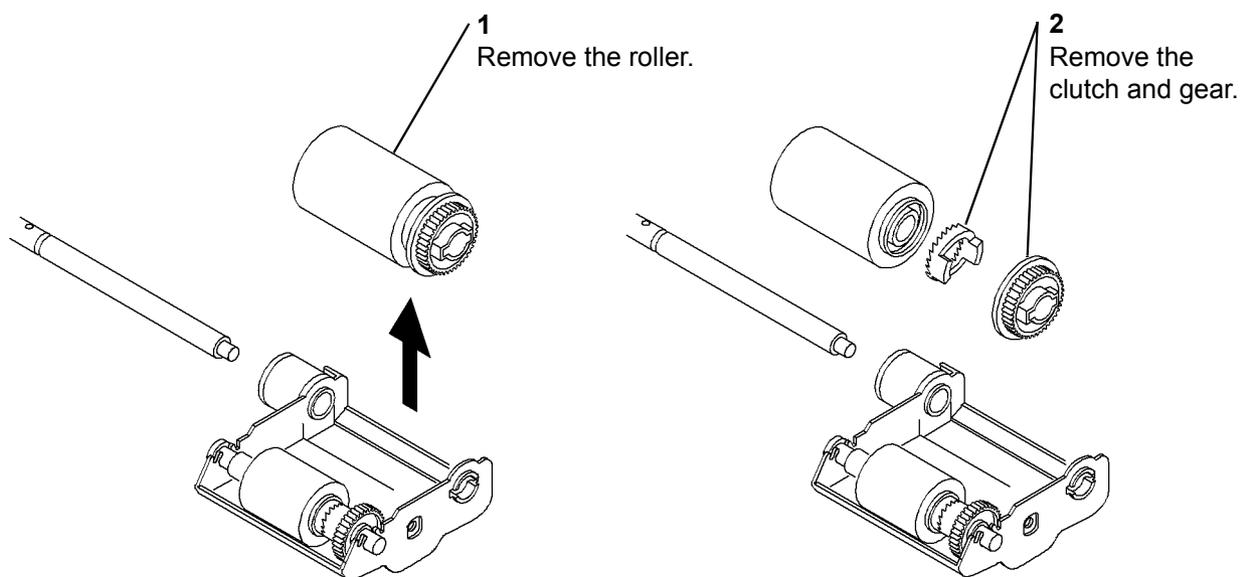

Рисунок 3. Узел ролика захвата
4. Снимите узел ролика захвата, рисунок 3.